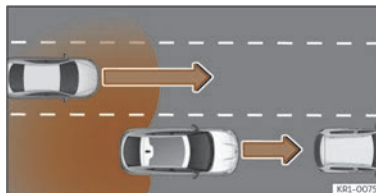

Fig. 124 Depășire cu trafic în spatele autovehiculului.
- Dacă autovehiculul este depășit de un altul >>> **fig. 124**.